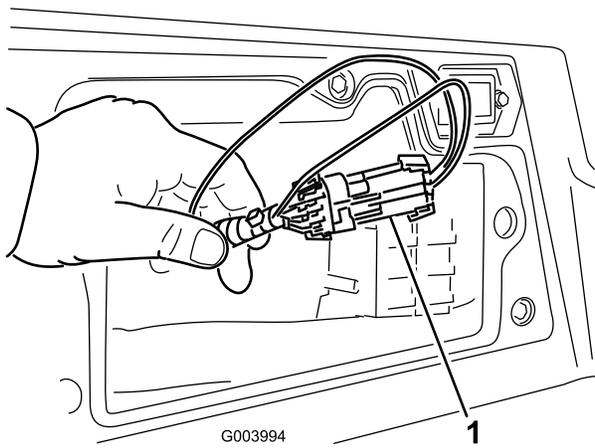

Figura 49
3. Localize os fios e os conectores junto ao controlador (Figura 49).